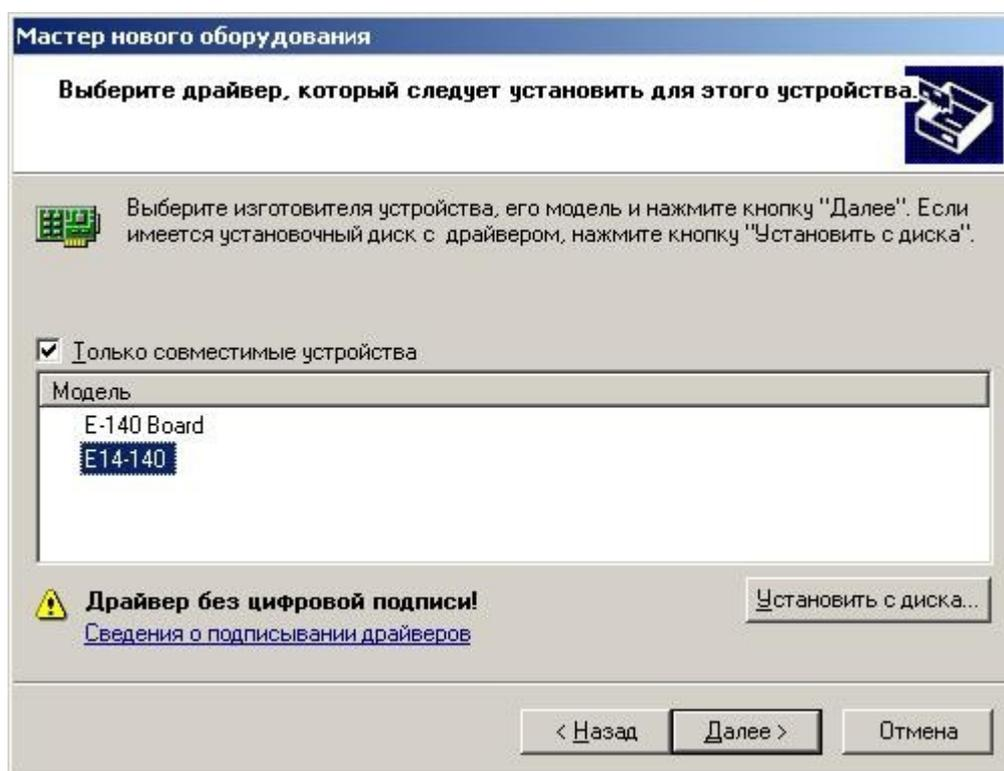

Рисунок 7
1.5. Выбрать устройство «E14-140» и нажать «Далее» (рисунок 7).